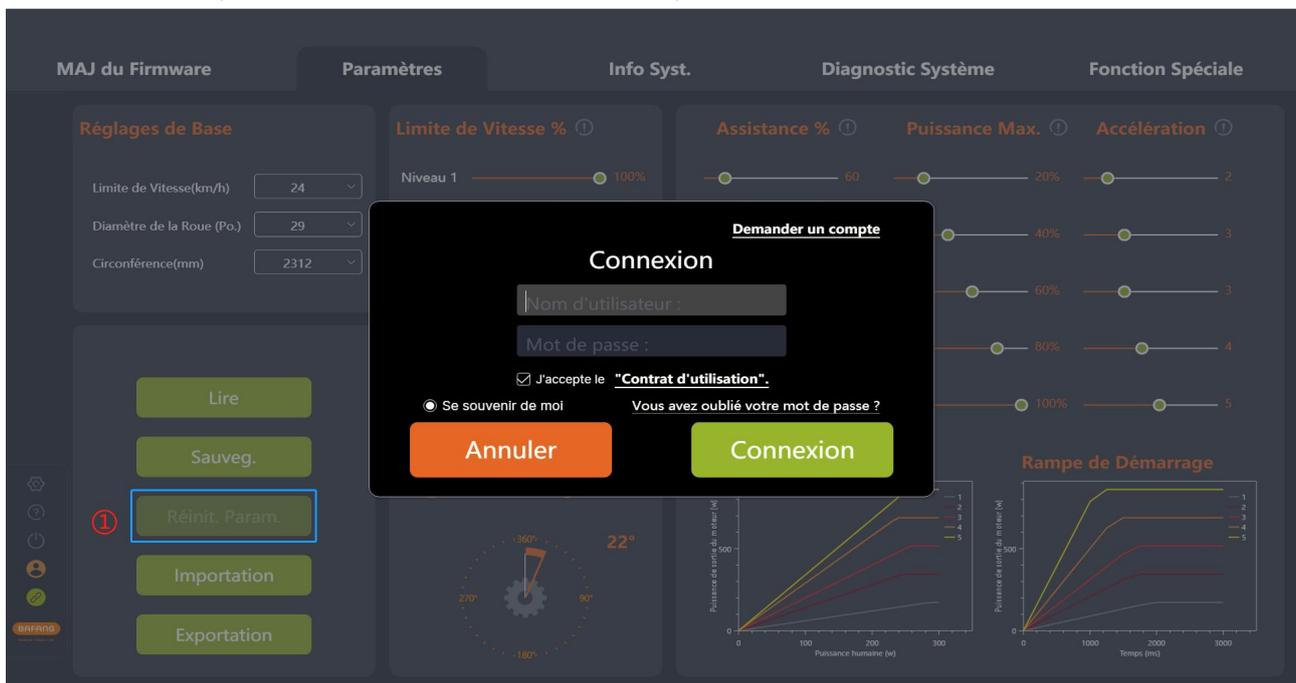

Fig. 5-15 Réinitialisation des paramètres
- (1) Vérifiez si le BESST Tool est bien connecté au contrôleur, puis cliquez sur "Réinit. Param.". Si vous ne vous êtes pas connecté, l'interface "Connexion" apparaîtra, vous invitant à vous connecter (Fig. 5-15).
- (2) Les paramètres sont réinitialisés aux valeurs par défaut.